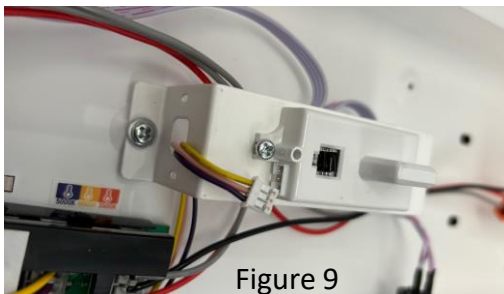

Figure 9
- Alignez les trous aux extrémités du capteur micro-ondes (63907) avec les trous de la plaque de montage. Assurez-vous que l'extrémité du capteur avec la prise de câblage fait face au pilote de LED. Fixez le capteur en place à travers les trous pré-perçés à l'aide des vis fournies - ne serrez pas trop (fig. 9). Connectez le faisceau de câbles dans la prise du capteur - Notez que l'encoche de la fiche du faisceau (fig. 10) doit être orientée vers le bas, vers la plaque de montage.